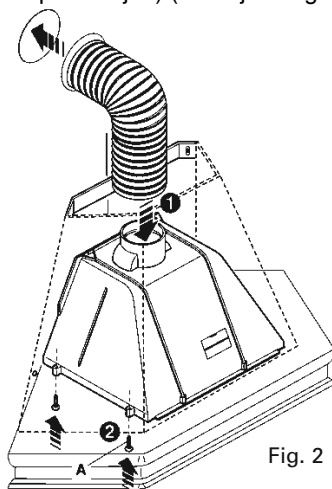

Fig. 2
- Ennél a szakasznál emelje fel a motor egységet és rögzítse azt az elszívó alján keresztül (az üveg takaróbúra a fal felé kell, hogy nézzen) és fixálja le azt a helyén a 4 db mellékelt (A) csavar segítségével. ( 2. rajz – Fig. 2. )